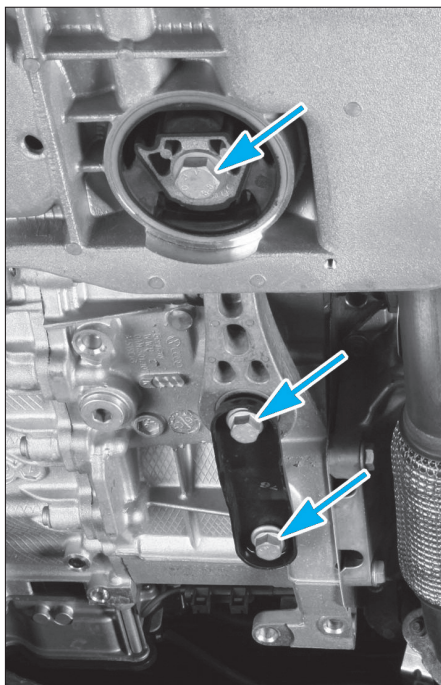

Fig. 76
- les vis puis la biellette de reprise de couple (Fig.76).